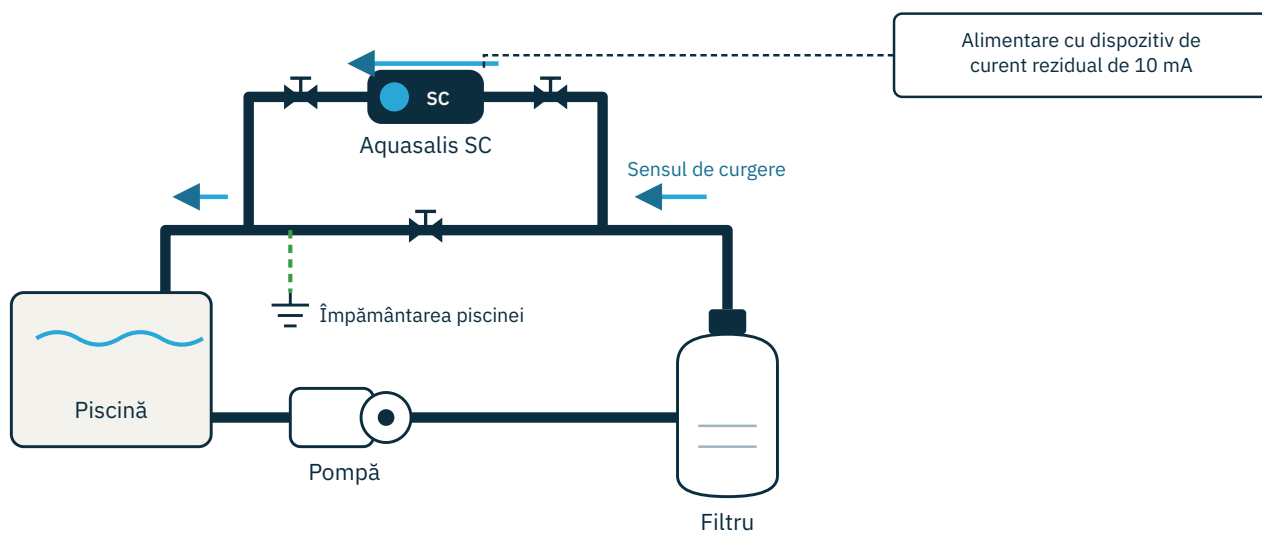
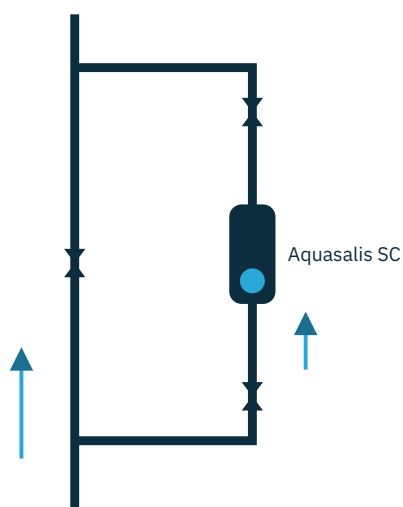

Figura 1 — Instalare orizontală cu bypass
Figura 2 — Instalare verticală: apa curge de jos în sus
8. Aparatul poate fi instalat orizontal (Figura 1) sau vertical (Figura 2). În cazul instalării verticale, apa trebuie să curgă de jos în sus.